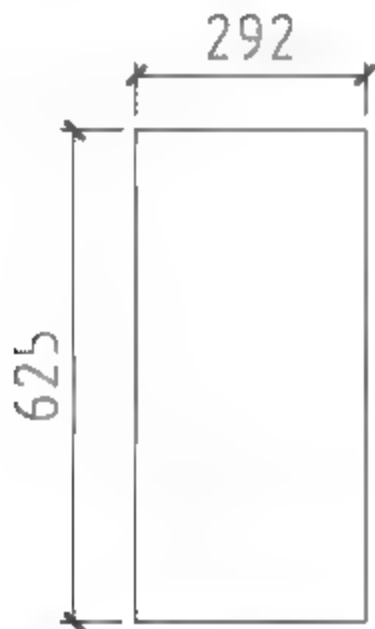

图8-212 绘制矩形
- 01 调用REC【矩形】命令，分别指定矩形的对角点，创建如图8-212所示的矩形。